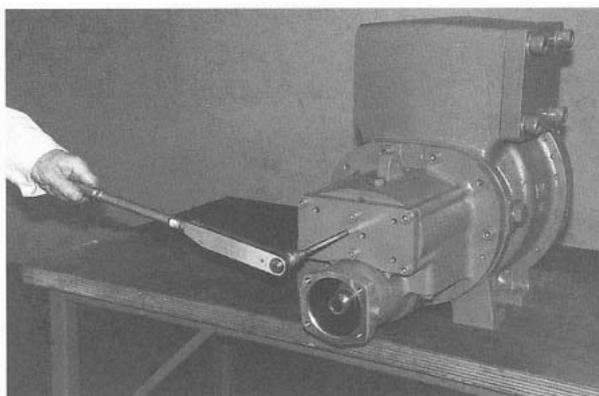

Рис. 33
19. Снимите 6 шлицевых установочных винтов. (Рис. 33)